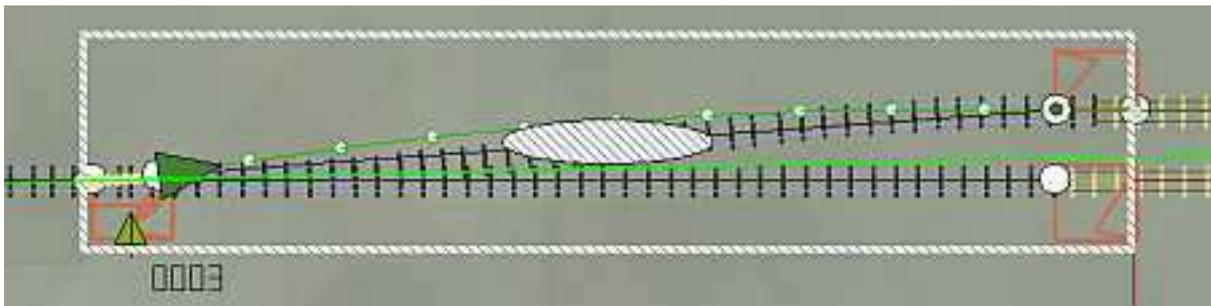

Bild 37
**Oberleitung\_Re\_Re\_Li\_Li**, die Endung **Li\_Li** deshalb weil der Mast am Ende des Bogens um 180° gedreht wurde. (Bild 37)